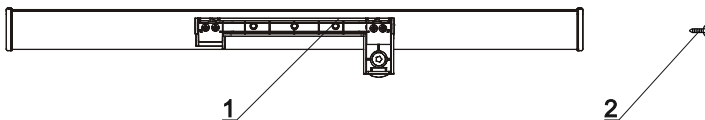

Рисунок 3
1. Достаньте из сумки для принадлежностей 4 винта (1) и основание ручки (2). Зафиксируйте основание ручки (2) с помощью 4 винтов (1) (рис. 3).